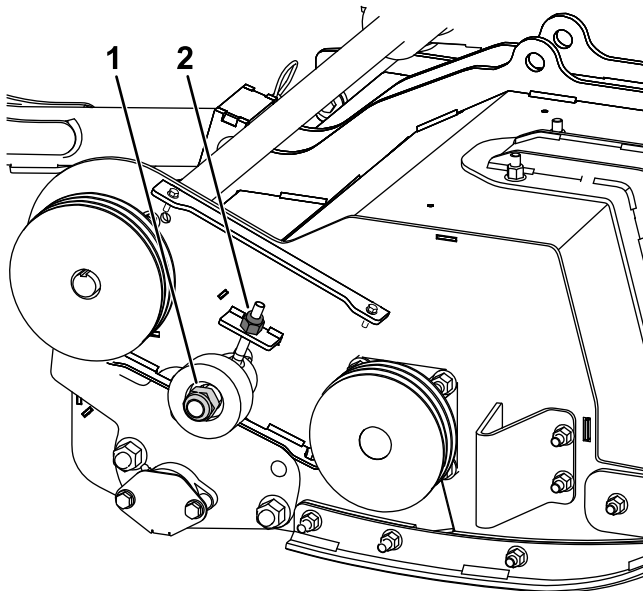

Figura 27
3. Slăbiți, dar nu îndepărtați, piulia rolei de ghidare (Figura 27).
4. Reglai piulia de pe tija rolei de ghidare pentru a tensiona cureaua (Figura 27).